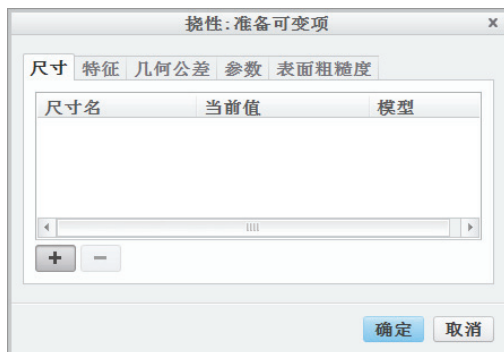

图 9-17 “挠性：准备可变项”对话框
3) 系统弹出图 9-17 所示的“挠性：准备可变项”对话框。该对话框含有以下 5 个选项卡。